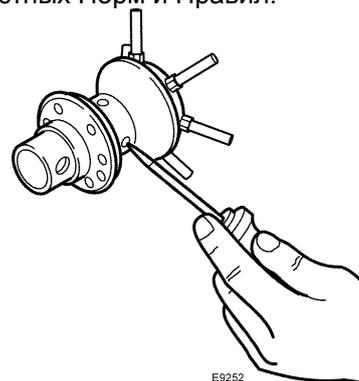

Рис. 11
- Проверьте, не засорились ли отверстия в распределителе газа, при необходимости прочищайте их острым предметом, как показано на рис. 11.